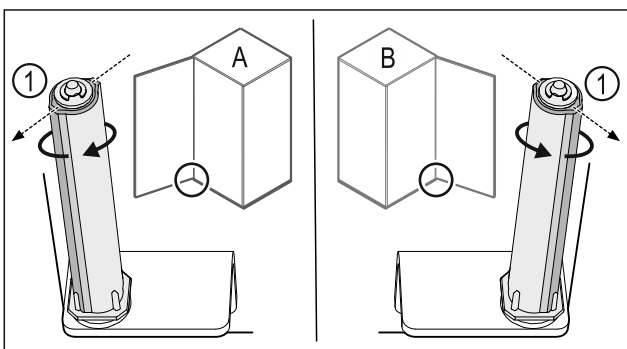

Fig. 55 Butée à gauche (A) / butée à droite (B)
- Tourner le système de fermeture contre la résistance jusqu'à ce que son arête Fig. 55 (1) pointe vers l'extérieur.